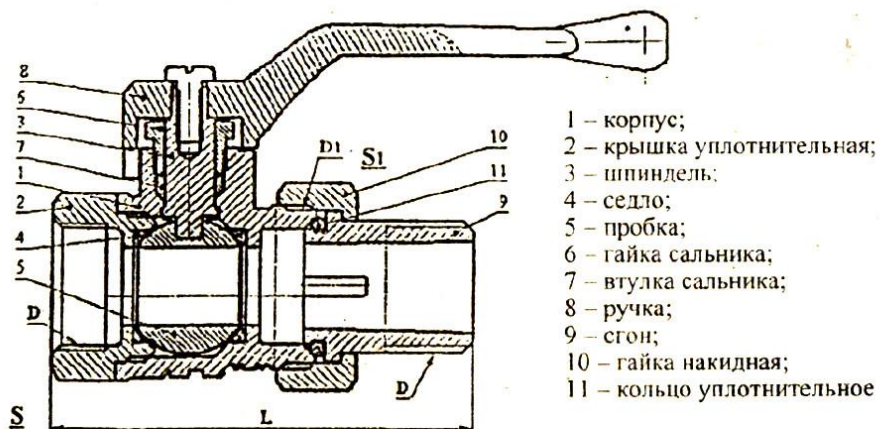

Рисунок 1 – Кран шаровой со сгоном
4.1. Устройство крана приведено на рис. 1